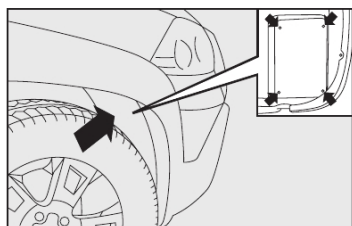

fig. 33
1) retirar a tampa de inspeção dos faróis de longo alcance, localizada no interior do vão da roda **fig. 33**, utilizando uma chave phillips nos parafusos indicados no detalhe **fig. 33**.